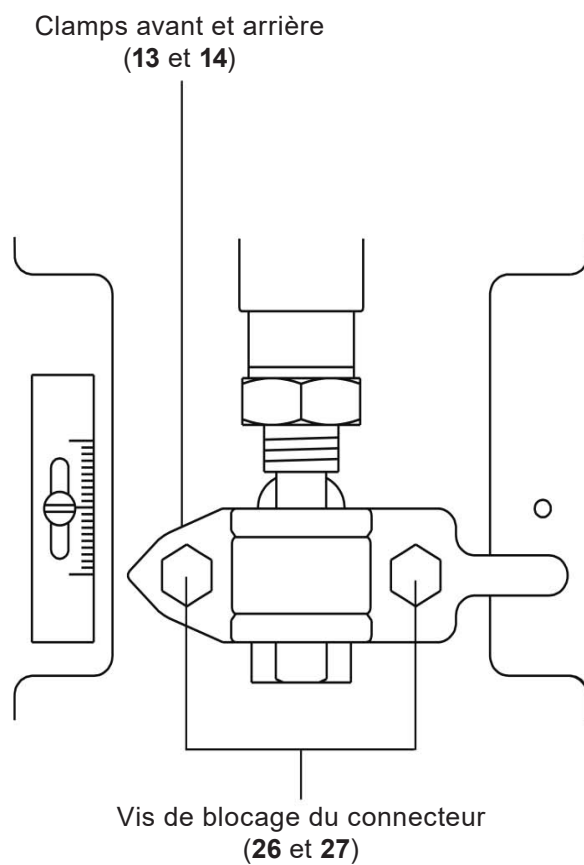

Fig. 5
- En utilisant deux clés, tout en maintenant la tige de l'actionneur (6), dévisser l'écrou de blocage (25) de l'adaptateur.
- Avec le clapet de vanne qui reste sur son siège, régler le connecteur (10) jusqu'à toucher l'adaptateur (11). Serrer l'écrou de blocage (25). Voir Fig. 5 pour une bonne installation.
- Relâchez avec précaution le signal d'air de contrôle. Monter les colliers avant et arrière (**13** et **14**) comme illustré à la Figure 5.
- Monter les clamps avant et arrière (**13** et **14**) comme indiqué Fig. 5.